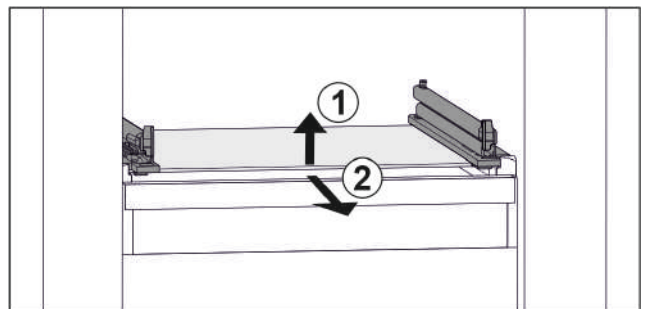

Fig. 137 Primjerni prikaz staklene ploče
- ▶ Staklenu ploču podignite sprijeda. Fig. 137 (1)
- ▶ Izvadite staklenu ploču prema naprijed. Fig. 137 (2)